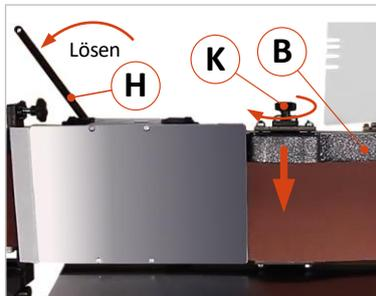

Abbildung 22: Schleifschuh einsetzen
- Hauptschalter (1) ausschalten und durch Abschließen sichern.
- Lösen Sie die Griffschraube (25) und ziehen Sie den Arbeitstisch (11) nach hinten (vom Schleifband weg).
- Lösen Sie die Spannung des Schleifbands mit dem Spannhebel (H).
- Für ein erleichtertes Arbeiten und eine bessere Übersicht, sollten sich die beiden Furnieranschlüge (7) und (4) in hochgeklappter Position befinden und mittels Sperrfedern (S) gegen Herunterfallen gesichert sein. Zuvor den Tisch nach unten positionieren, so dass die beiden Furnieranschlüge geöffnet werden können.
- Schieben Sie dann den Schleifschuh zwischen dem losen Schleifband und der flachen Schleifbandrückwand (B) von oben in die Schleifvorrichtung (siehe ⇨ Abbildung 22) → Führen Sie dabei den Zentrierstift (Z) der Maschine in die Aufnahme (A) am Schleifschuh ein.
- Nachdem der Schleifschuh korrekt eingesetzt wurde, fixieren Sie diesen mit dem Klemmrad (K).
- Klappen Sie anschließend die beiden Furnieranschlüge (7) und (4) wieder herunter, indem sie sie zuvor mit der Sperrfeder (S) entriegeln → Achten Sie darauf, dass das Schleifband dabei nicht gequetscht wird.
- Den Arbeitstisch (11) wieder möglichst nahe zum Schleifband stellen und mit Griffschraube (25) fixieren.